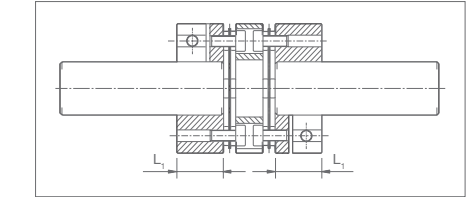

Abbildung 2
- 3. Bitte stellen Sie zusätzlich sicher, dass die beiden Wellenstümpfe in den vollen Nabenbereich L_1 (Abbildung 2) hineinragen (Werte hierzu entnehmen Sie bitte den technischen Spezifikationen des Kataloges).